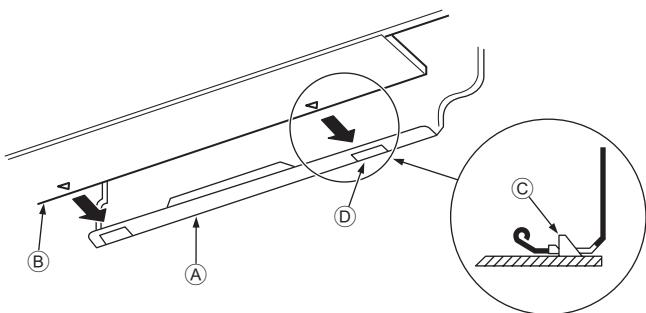

Fig. 3-15
3. Terwijl u de koelleiding en de afvoerleiding in het gat in de muur steekt, hangt u de bovenzijde van de binnenunit aan de ophangplaat ①.
5. Duw vervolgens het onderste gedeelte van de binnenunit op de ophangplaat ① om het apparaat te bevestigen. (Fig. 3-15)
- * Controleer of de knoppen aan de onderzijde van de binnenunit stevig in de ophangplaat ① zijn bevestigd.
- Ⓐ Ophangplaat ①